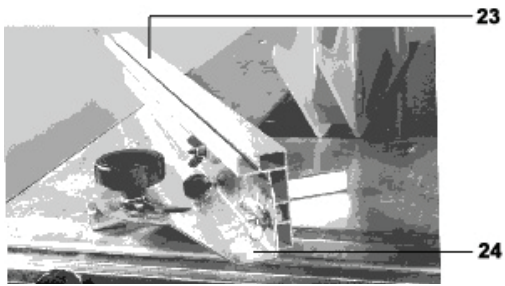

Abb. 17
- Montieren Sie Teil 23 auf Teil 24 mit zwei Flügelschrauben und zwei Flügelmutter (siehe Abb. 17).